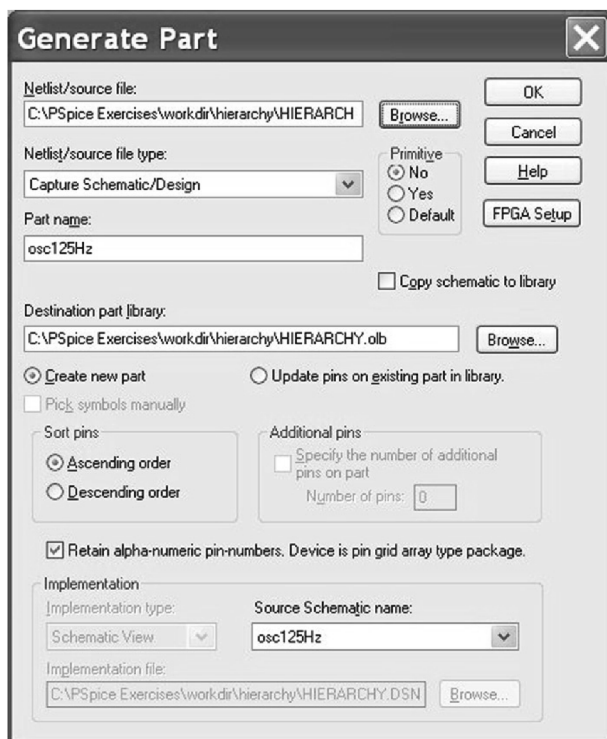

图 20.22 生成电路图 osc125Hz 的层元器件符号
7. 一定要注意，此时 Source Schematic name 对话框显示原理图名称 osc125Hz，而不是 SCHEMATIC1。Generate Part 生成元器件窗口如图 20.22 所示。